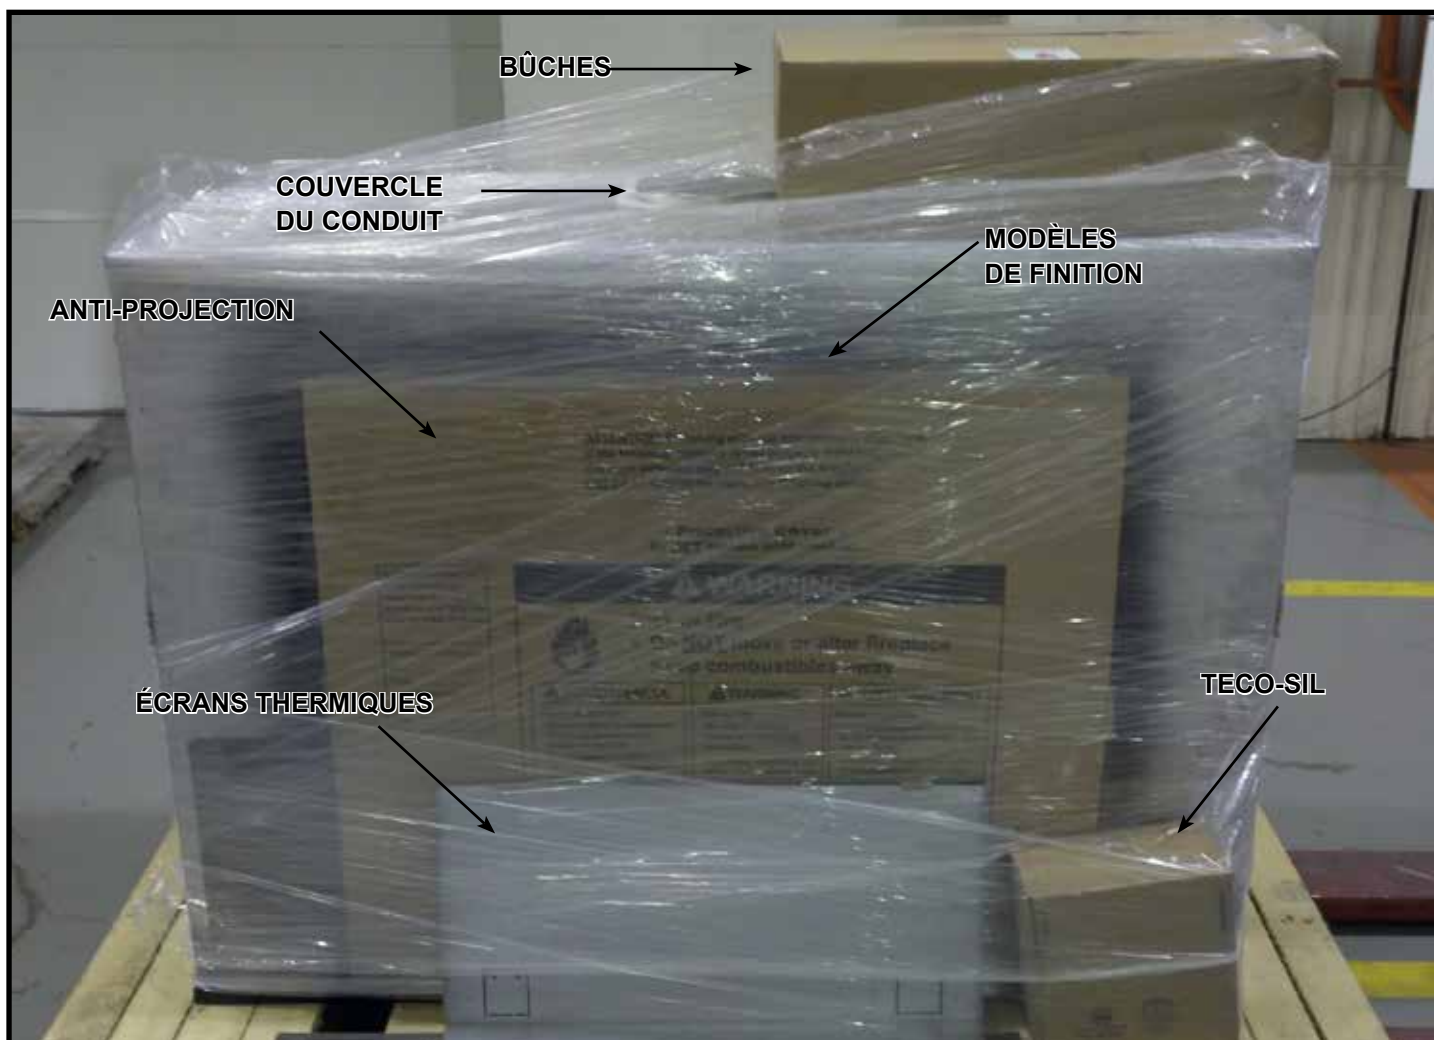

Figure 6.1. Emplacement de transport des composants
1. Retirez le film thermorétractable de l'appareil. La figure 6.1 présente l'emplacement de transport du couvercle du conduit et des écrans thermiques (section 6), l'anti-projection et les modèles de finition (section 10), ainsi que les bûches et le lava rock (section 11).
- Positionnez et installez les écrans thermiques en fixant deux vis dans chaque écran thermique. Voir la figure 6.1. pour l'emplacement de transport des écrans thermiques. Les vis de l'écran thermique sont préinstallées au sommet de l'appareil.